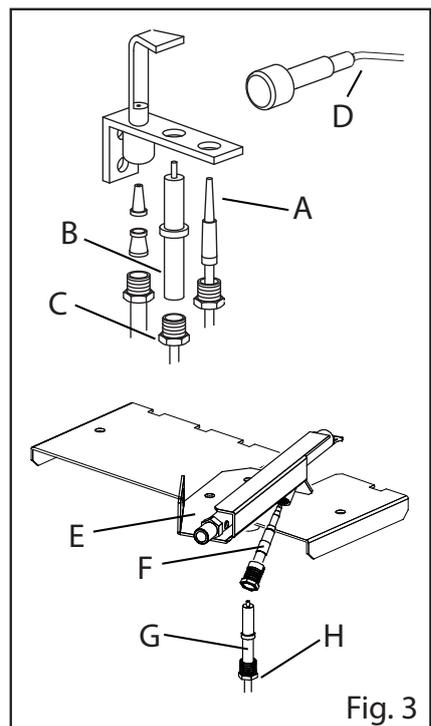

Fig. 3
- Desatornille el cuerpo del piloto (solo para modelos 980 - Fig. 3/E)
- Desatornille el termopar del piloto (Fig. 3/A para 700 - Fig. 3/F para 980)
- Desconecte el cable de alta tensión de la bujía (Fig. 3/B para 700 - Fig. 3/G para 980)
- Desatornille la tuerca (Fig. 3/C para 700 - Fig. 3/H para 980)
- Conecte el cable de alta tensión (Fig. 3/B para 700 - Fig. 3/G para 980)
- Desconecte el cable del encendedor piezoeléctrico (Fig. 3/D)